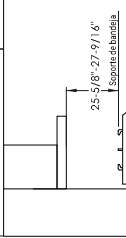

Fig. 5-4
5. La altura mínima entre el soporte de bandeja y la campana extractora debe tener por lo menos de 25-5/8" ; si existe distancia más larga recomendada por el fabricante, entonces debe aplicarla. (Fig. 5-4)